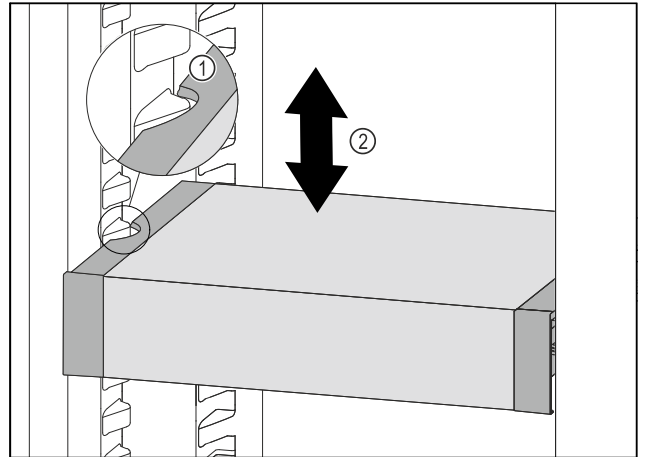

Fig. 103
- ▶ Húzza előrefelé a VarioSafe fiókot annyira, hogy a VarioSafe oldalsó kivágásai a hűtőrészben a tartóborda magasságában legyenek. Fig. 103 (1)
- ▶ A hűtőrészben a VarioSafe fiókot mozgassa felfelé vagy lefelé a kívánt magasság eléréséig. Fig. 103 (2)